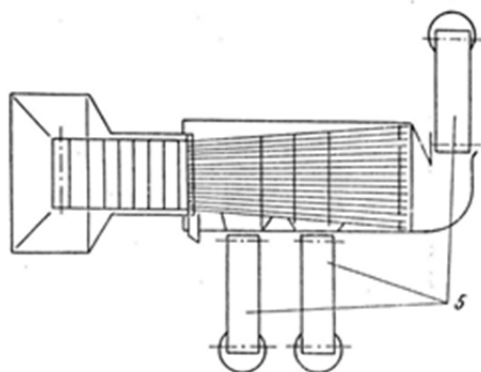

Fig. 4. Mașina cu curele [1].
• **Mașini cu curele.** Componenta mașinii de sortat cartofi KSR – 10 (fig. 4):